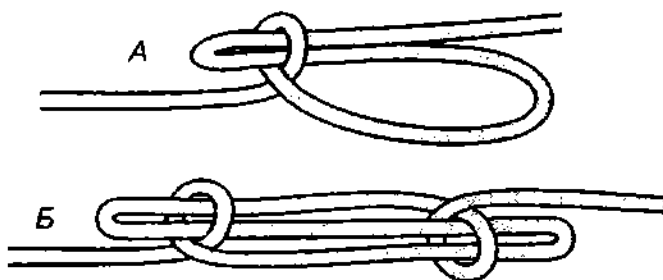
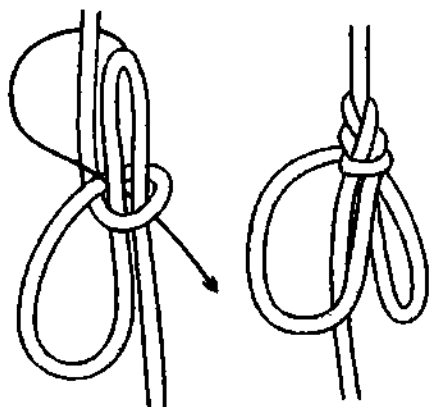

Рис. 118. А – *узел звонаря*; Б – *кольшка*.
Рис. 119. Если верхнюю петлю *узла звоняря*, обернув коренной конец, пропустить вовнутрь полуштыка, наподобие того как вяжется *булинь*, то выйдет *щучий узел*.
**Узел звонаря** часто использовался моряками для укорачивания снастей парусного такелажа, чтобы длинные концы не мешались на палубе. По сути это половина узла *кольшки* (рис. 118). Отличие *узла звонаря* от *кольшки* в том, что у *кольшки* нагружаются оба конца – и ходовой и коренной, а у *узла звонаря* только один. *Узел звонаря* – это «недовязанный» *щучий узел*, у которого петля не пропущена в калышку (рис. 119).